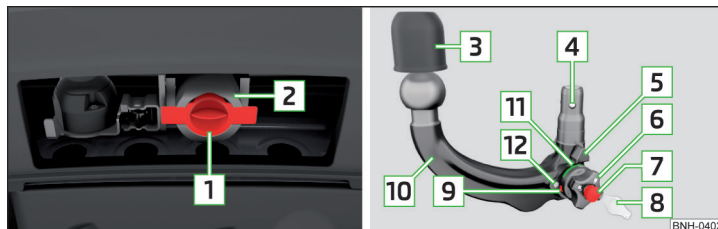

Fig. 135 Suportul dispozitivului de tractare/tija cuplei
**Suportul dispozitivului de tractare și tija suplei sferice » fig. 135**